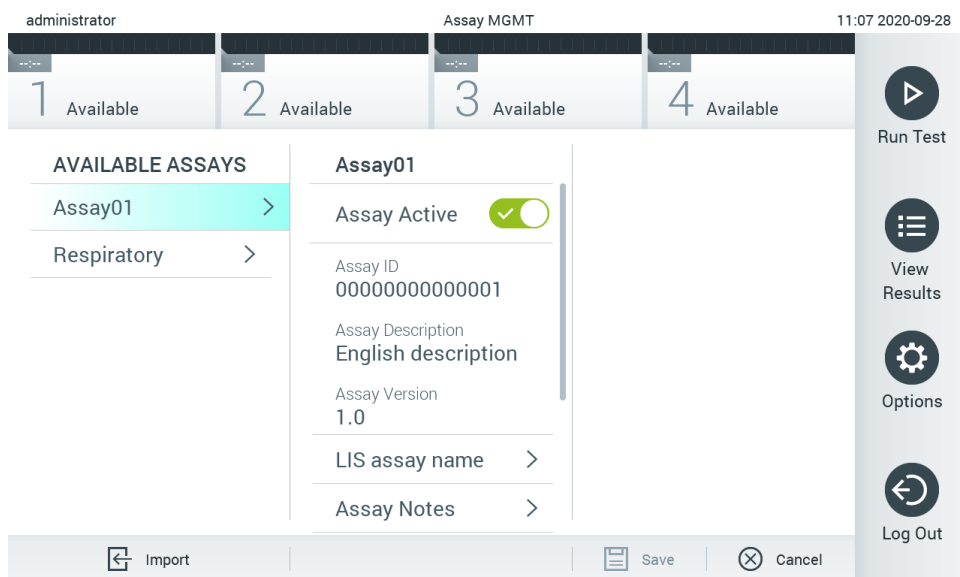

Bild 68. Aktivera analysen.
7. Analysen blir aktiv när du väljer Assay Active (Analys aktiv) (bild 68).